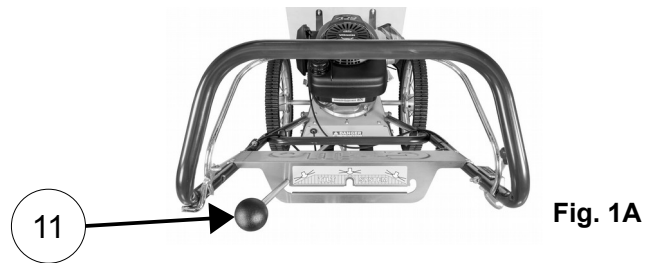

Fig. 1A
- En la versión HWT550 TILT montar la palanca de mando para la inclinación del aparato de corte (fig. 1A, n. 11).
En el modelo HWT 550 TILT el cabezal de corte puede ser inclinado hacia la derecha o hacia la izquierda para un corte más preciso (Fig. 1A, n.11 y fig.7)